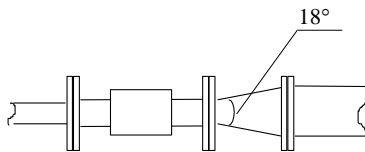

Рисунок 3
- внутренний диаметр прямолинейных участков трубопровода должен быть равен D_u ППР с отклонением не более $\pm 2\%$; если отклонение диаметра трубопровода от D_u ППР более $\pm 2\%$, то сочленение ППР с трубопроводом следует выполнять посредством конических патрубков конусностью не более 18° (см. рисунок 3) или посредством концентрических переходов по ГОСТ 17378;